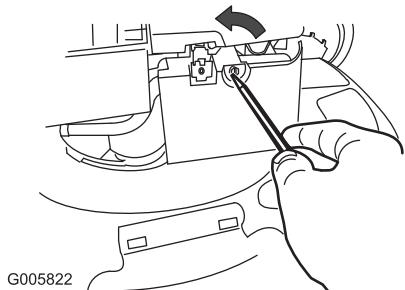

Figure 19
- Ouvrez le couvercle du filtre à air avec un tournevis (Figure 19)